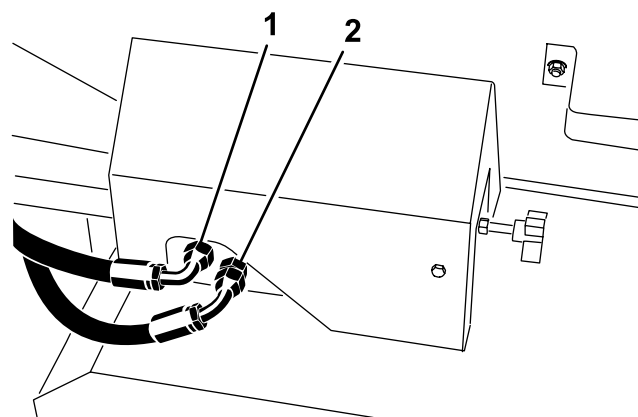
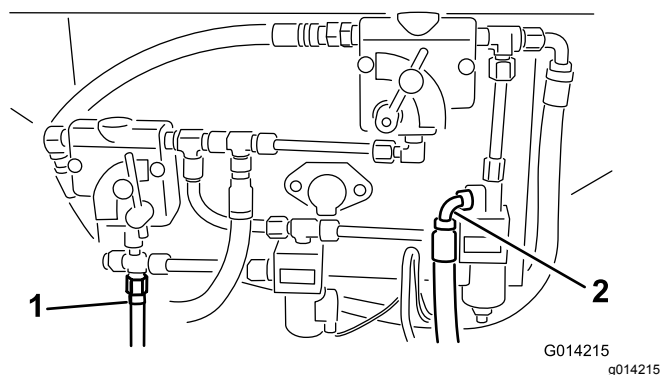
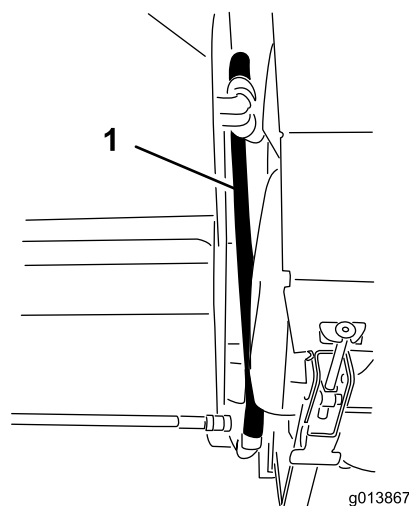
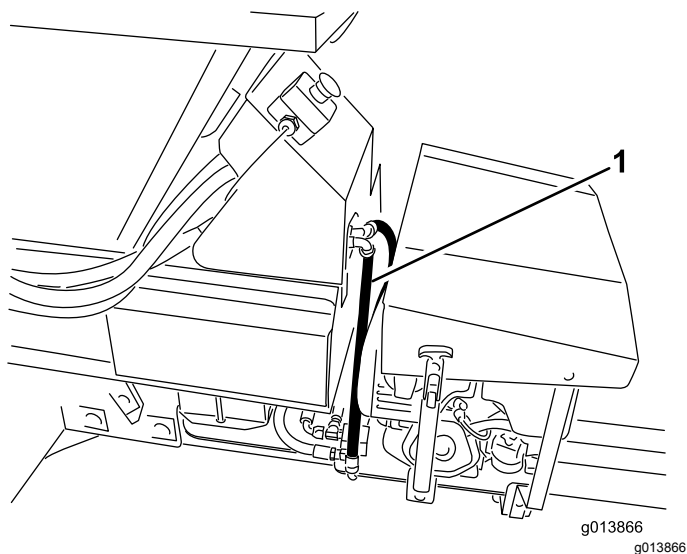

Figura 15
Figura 14
Figura 16
Figura 17
40. Identificate le connessioni di alta pressione e di ritorno sul modello base ProPass. Fate riferimento a Figura 14 per le versioni SH e Figura 15 per le versioni EH.
41. Se i flessibili di alta pressione e di ritorno erano stati precedentemente installati sulle postazioni mostrate in Figura 14 e Figura 15, rimuoverli.
42. Collegate i flessibili idraulici al pannello di comando idraulico. Fate riferimento a Figura 14 e Figura 16 sulle versioni SH e a Figura 15 e Figura 17 sulle versioni EH.